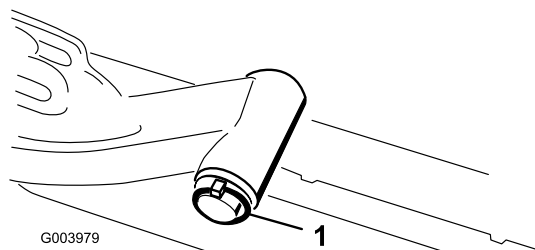

Figura 16
- A. Retire el pasador de seguridad y la arandela que fijan el eje pivotante del brazo de elevación al brazo de elevación, y deslice el eje pivotante fuera del brazo de elevación (Figura 16).
- C. Introduzca el eje del brazo de elevación en el brazo de elevación y fíjelo con la arandela y el pasador de seguridad (Figura 16).